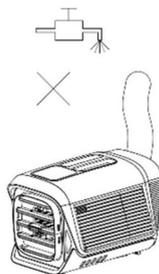

Fig9
- 3) Si prega di non lavare direttamente con acqua (come mostrato nella figura sotto: Fig9);